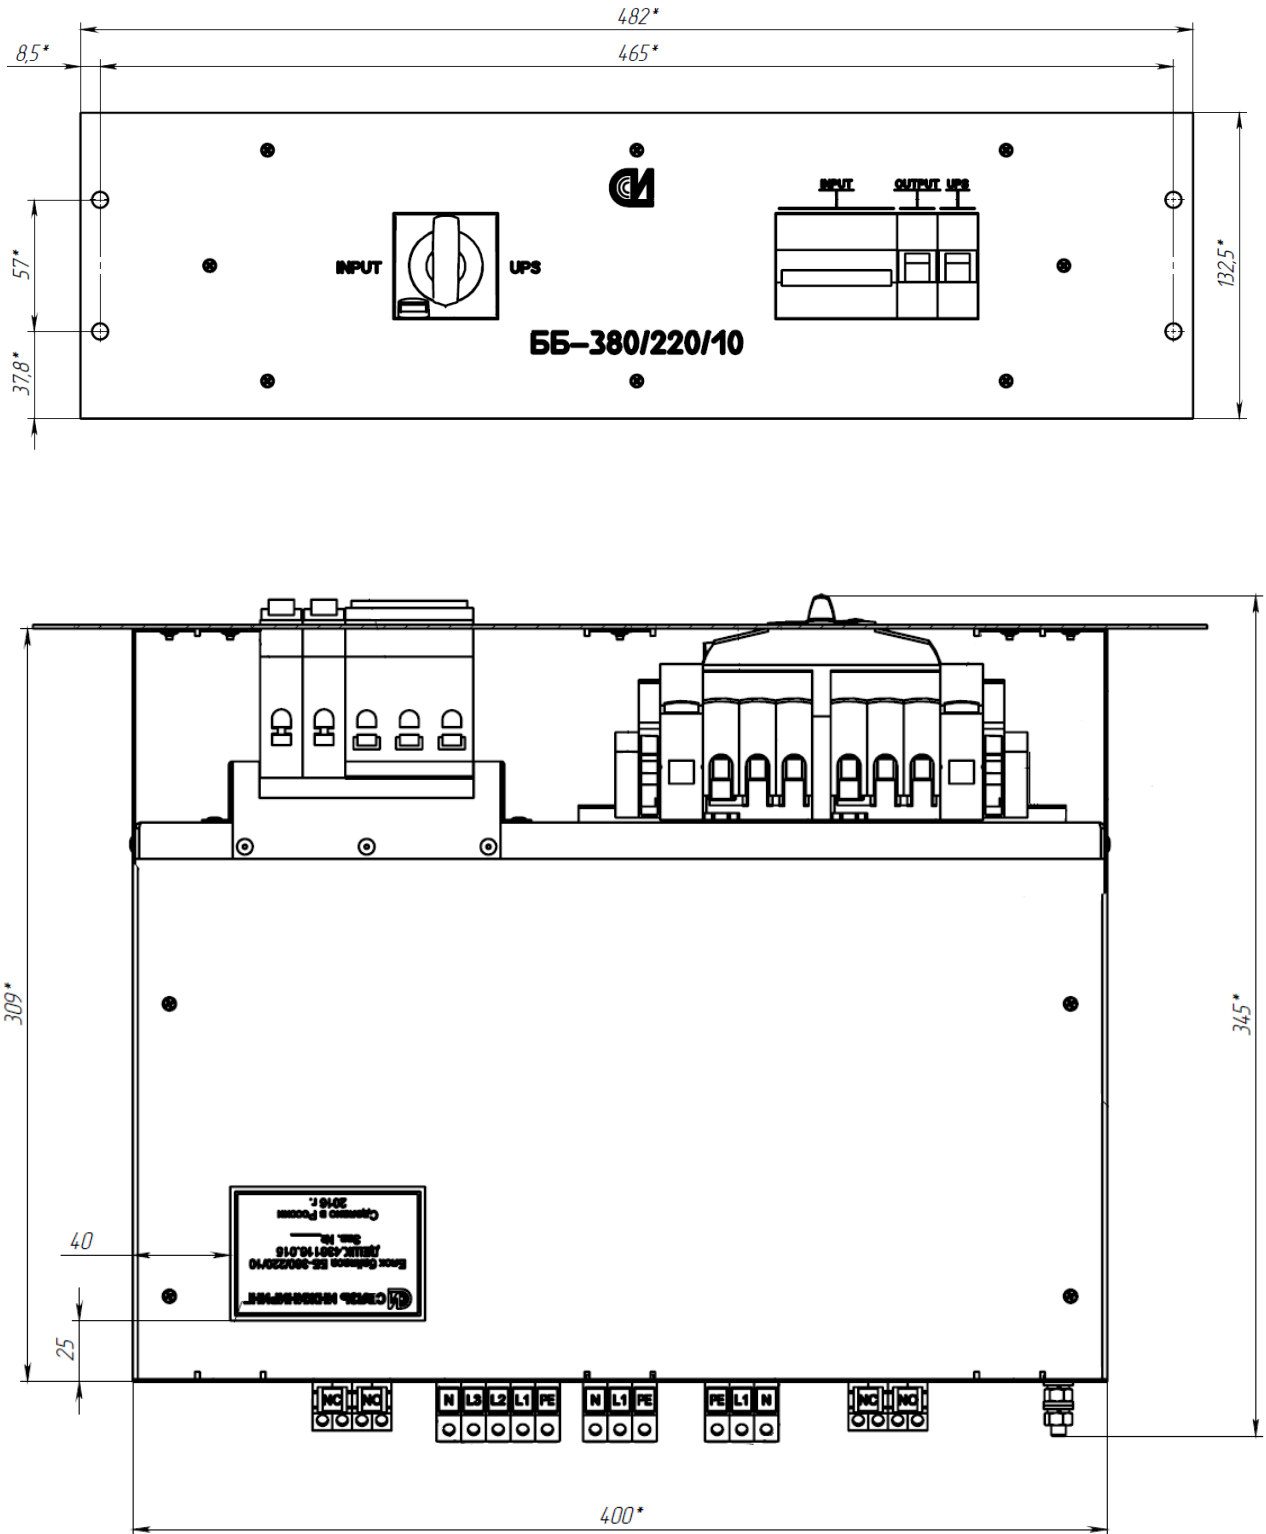

Рис. 1.
2.6 Общий вид и габаритные размеры блока байпаса ББ-380/220/10 приведен на рис.1.
5.1 Конструктивно блок байпаса ББ-380/220/10 выполнен в виде съемного блока (крейта) прямоугольной формы с присоединительными и установочными размерами, соответствующими ГОСТ 28601-90. Общий вид и габариты блока байпаса ББ-380/220/10 приведены на рис.1.